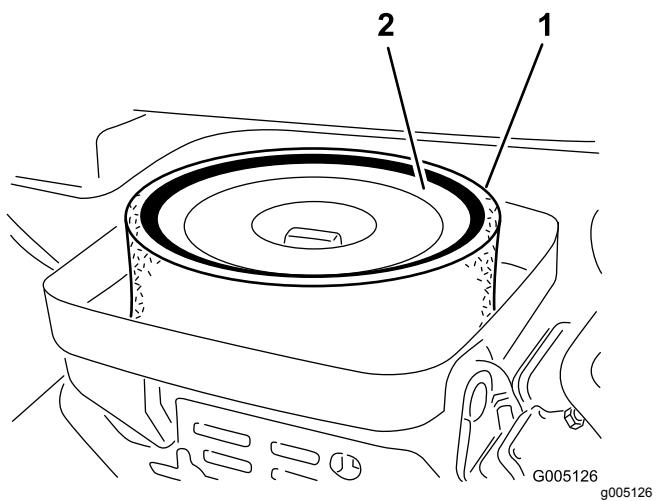

図 26
- エレメントをエアクリーナに固定している蝶ナットを外す図 26。
- スポンジ図 26を点検し、汚れていればペーパーエレメントから外す。以下の要領で丁寧に清掃してください